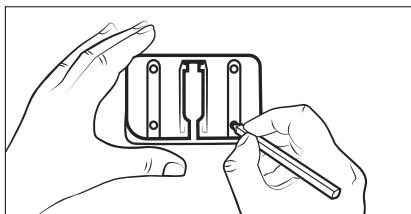

Fig. 5
- Utilizzare il supporto a parete 18 per tracciare i quattro fori sulla parete (vedere fig. 5).